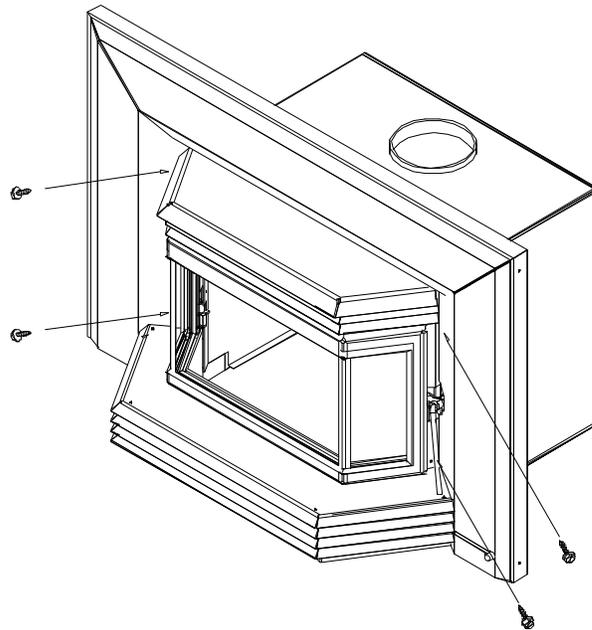

Figure 2.7
10. Installez la façade (Figure 2.7) au moyen des quatre vis autotaraudeuses fournies (HF47 #10 x 3/8"), en veillant à ce que la tige (1/4") du prolongement de la plaque de régulation d'air sorte de la fente pratiqué dans le panneau droit de la façade et qu'elle circule librement à l'horizontale.